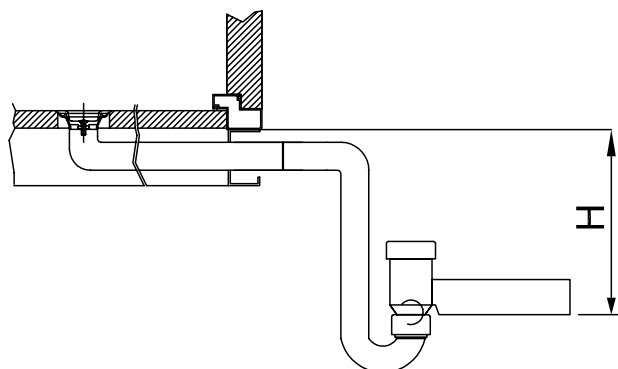

Рис. 35
- Обратите внимание, что трубопровод от поддона для сбора конденсата под крестообразными рекуператорами проходит под блоком (см. рис. 35).